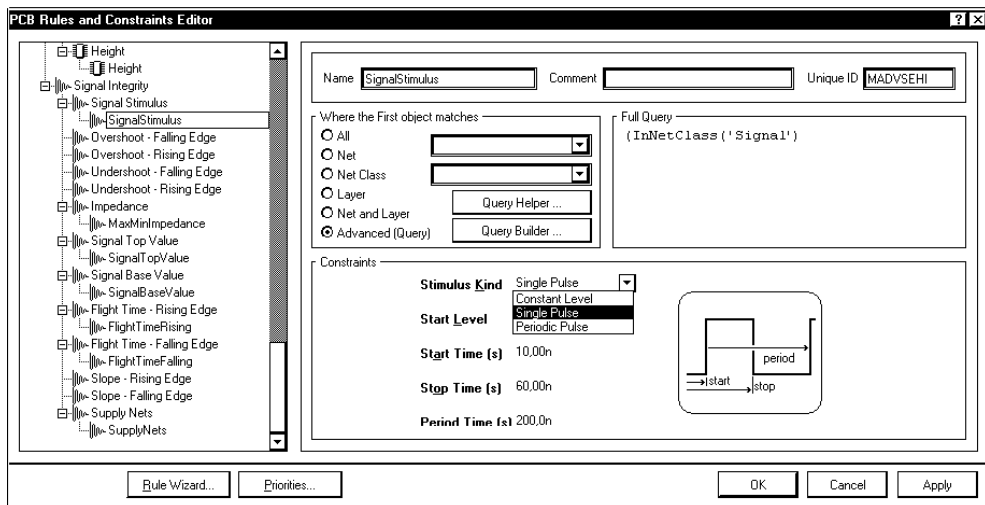

Рис. 10.1. Настройка правил для анализа Signal Integrity
1. Прежде всего, нужно настроить группу правил проектирования, относящихся к анализу целостности сигналов. Для этого в активном документе печатной платы командой главного меню **Design | Rules** следует развернуть в диалоговом окне настройки правил узел дерева правил **Signal Integrity** (рис. 10.1).